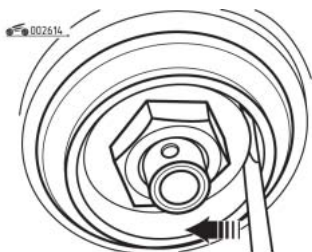

Рис. 6.14. Упорная шайба
- ослабьте гайку. Снова затяните гайку до тех пор, пока концом отвертки еще можно будет перемещать упорную шайбу под гайкой (рис. 6.14);